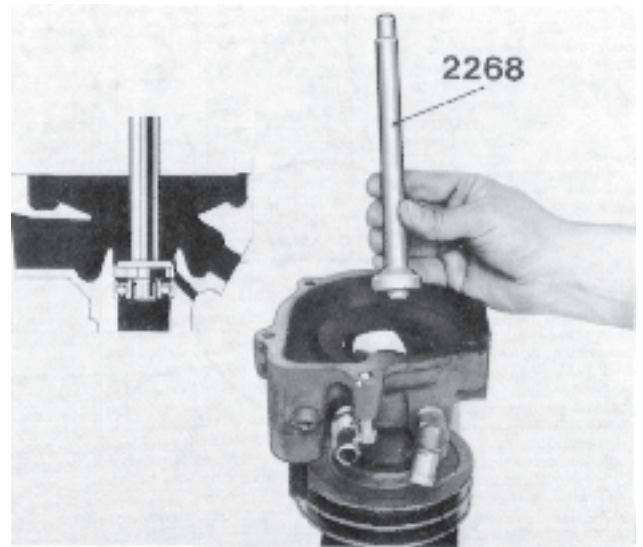

Fig. 148 Montage du roulement intérieur (dans le corps de pompe)
6. Poser la pompe sur un outil d'appui comme l'indique la fig. 148. Enfoncer le roulement dans le corps de pompe avec le mandrin 2268 après l'avoir rempli de graisse et avoir mis un peu de graisse dans l'espace situé devant le logement du roulement. Le côté fermé du roulement doit être tourné vers le haut (contre le côté de l'eau).